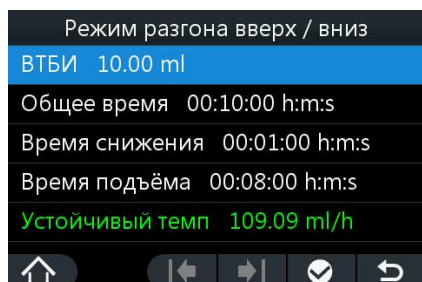

Рисунок 5-9
2. Выберите меню “☰” опция → “режим” → “Разгона вверх / низ режим”, чтобы войти в интерфейс, как показано на рис.5-9.